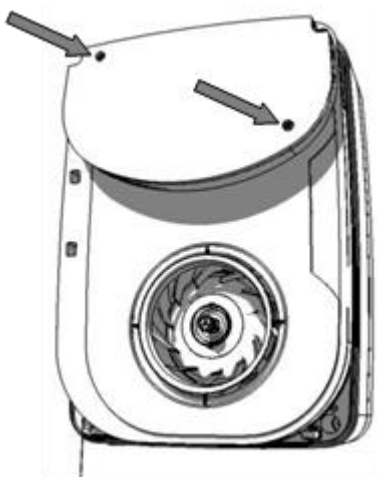

Figura 17
12. Fissare il coperchio del vano elettrico con le due viti (Figura 17).